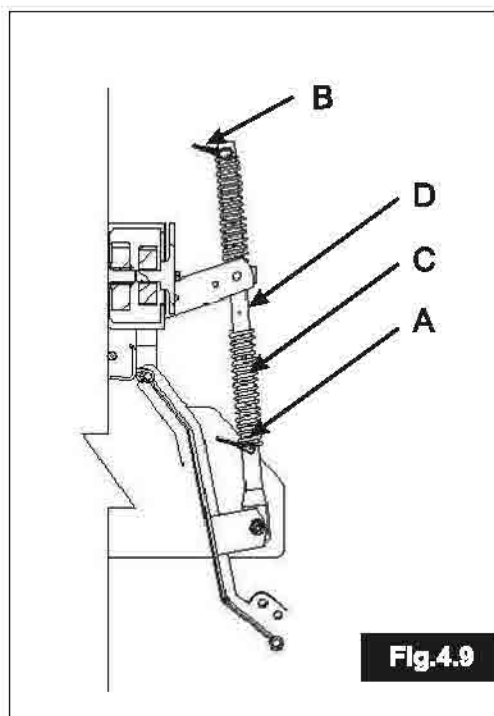

**Fig.4.9**
- Oltre a sostenere la protezione posteriore e a fungere da ammortizzatore della stessa durante il trasporto su strada, il pistone a molla (A Fig.4.9) impedisce il ribaltamento del rotore di sterzo durante il parcheggio. L'effetto del paraschiena sul terreno può essere aumentato o diminuito a seconda della posizione, stabilita dalla coppia (B Fig. 4.9) nei vari fori del tubo del pistone (C Fig. 4.9). La coppia (D Fig.4.9) deve essere rimossa dal tubo del pistone e lasciata libera durante il lavoro e il trasporto su strada.